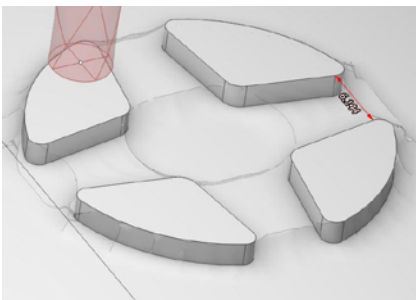

Рис. 3-26. Параметр Угол разбиения с контекстной подсказкой.
Основной параметр, который определяет разбиение, показан на рис. 3-26 с графической подсказкой. Это угол разбиения (1) и здесь он равен 45 градусам. Чтобы увидеть подсказку, надо нажать на знак вопроса перед именем параметра (2).